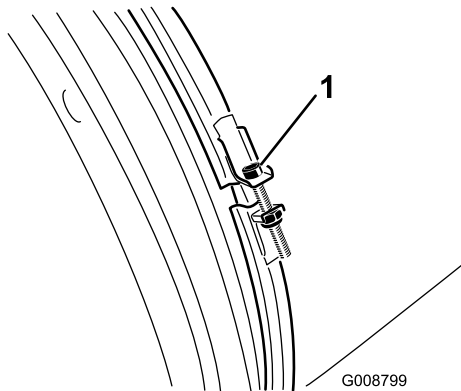

Figura 48
2. Inspeccione la abrazadera de la tobera en busca de señales de desgaste o daños (Figura 48).
3. Compruebe la abrazadera de la tobera del soplador cada día para asegurarse de que está bien apretada (Figura 48).